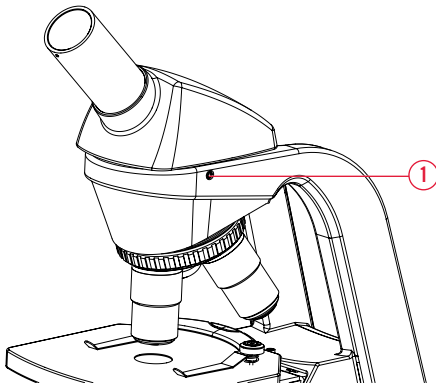

Abb. 5a
- Lösen Sie die Sicherungs-Schraube des Tubus und heben Sie den Tubus ab. (Abb. 5a)